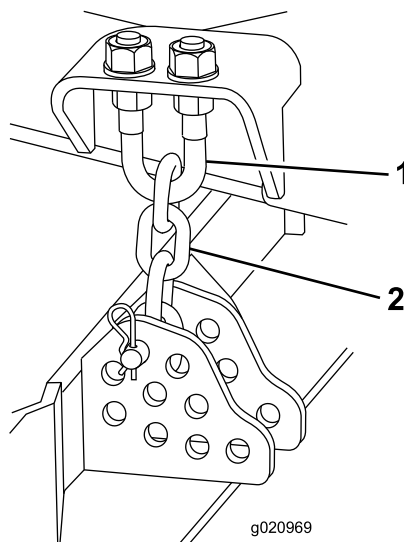

Figure 80
4. Enlevez la goupille fendue et l'axe de chape qui fixent les chaînes de hauteur de coupe à l'arrière du plateau (Figure 80).